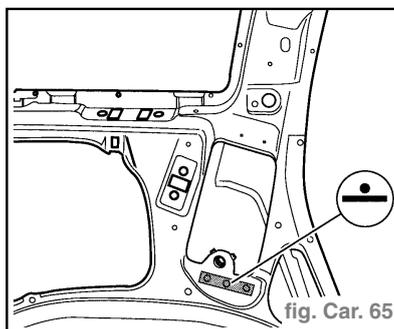

fig. Car. 65
- Souder de l'intérieur le renfort du montant **C** à la pointeuse électrique (fig. Car. 65).